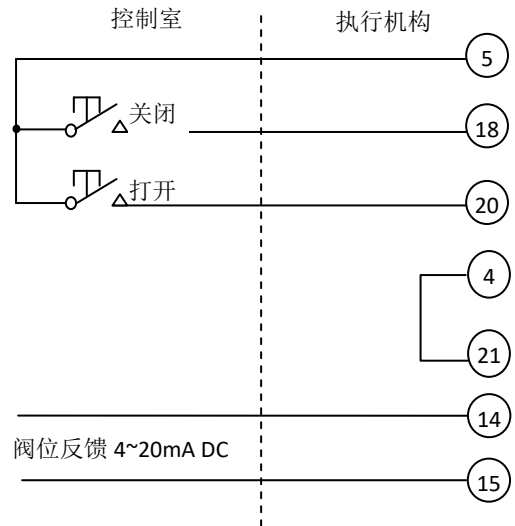
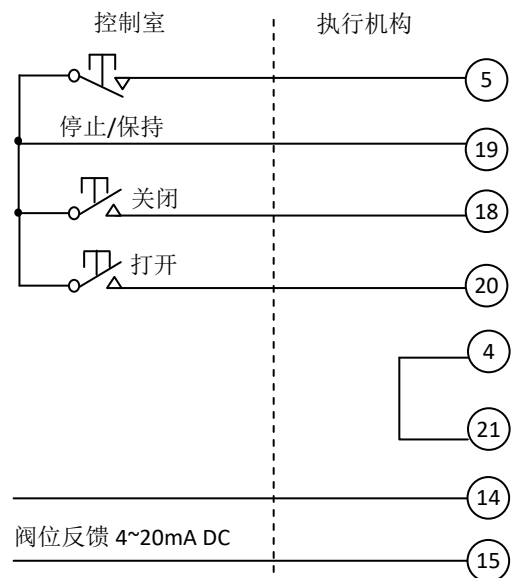
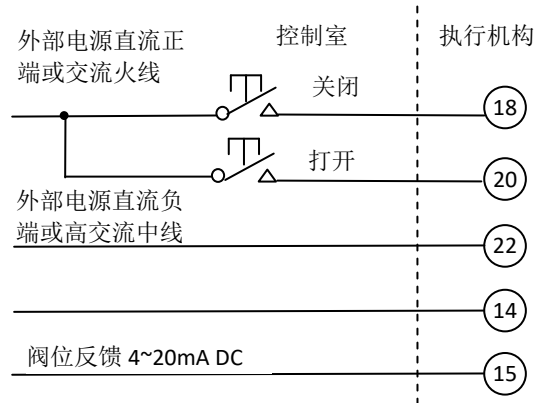
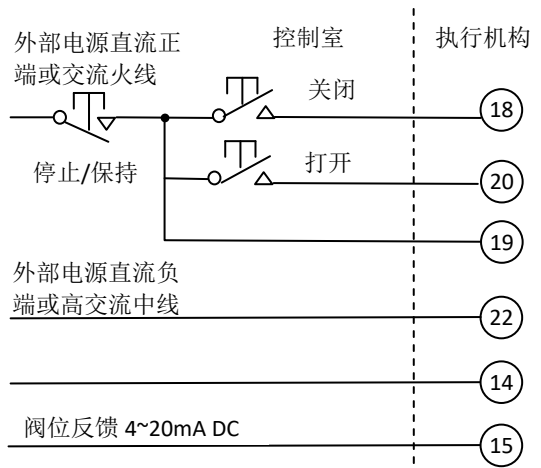

图 14-1 形式 1：电动式打开/关闭控制，执行机构可以停在中途任意位置
图 14-3 形式 3：保持式打开、关闭、停止控制
图 14-7 点动式打开/关闭控制，执行机构可以停在中途任意位置
图 14-9 保持式打开、关闭停止控制
RL 执行机构通过葵花接线盒与外部连线，葵花接线盒的接线端子排列见图 14-1，接线端子说明见表 14-1。
远程控制电路可由执行机构内部的 24V 直流电源供电,也可以由外部的 24V~60V 交、直流电源供电,还可以由外部提供的 120V~220V 直流或交流电源供电,各种形式的接线见图 14-1~ 14-9 图。(图中序号为接线端子号)
14.2.1 图 14-1~图 14-3 为内部 24V 供电
14.2.3 图 14-7~图 14-9 为外部 110V/220V 直流或交流供电
如果切换控制电路想采用外部 120~220V 或采用外部供电，用户可以参照图 14-1~图 14-9 远程开关量控制选用不同电源的设计思路进行设计。